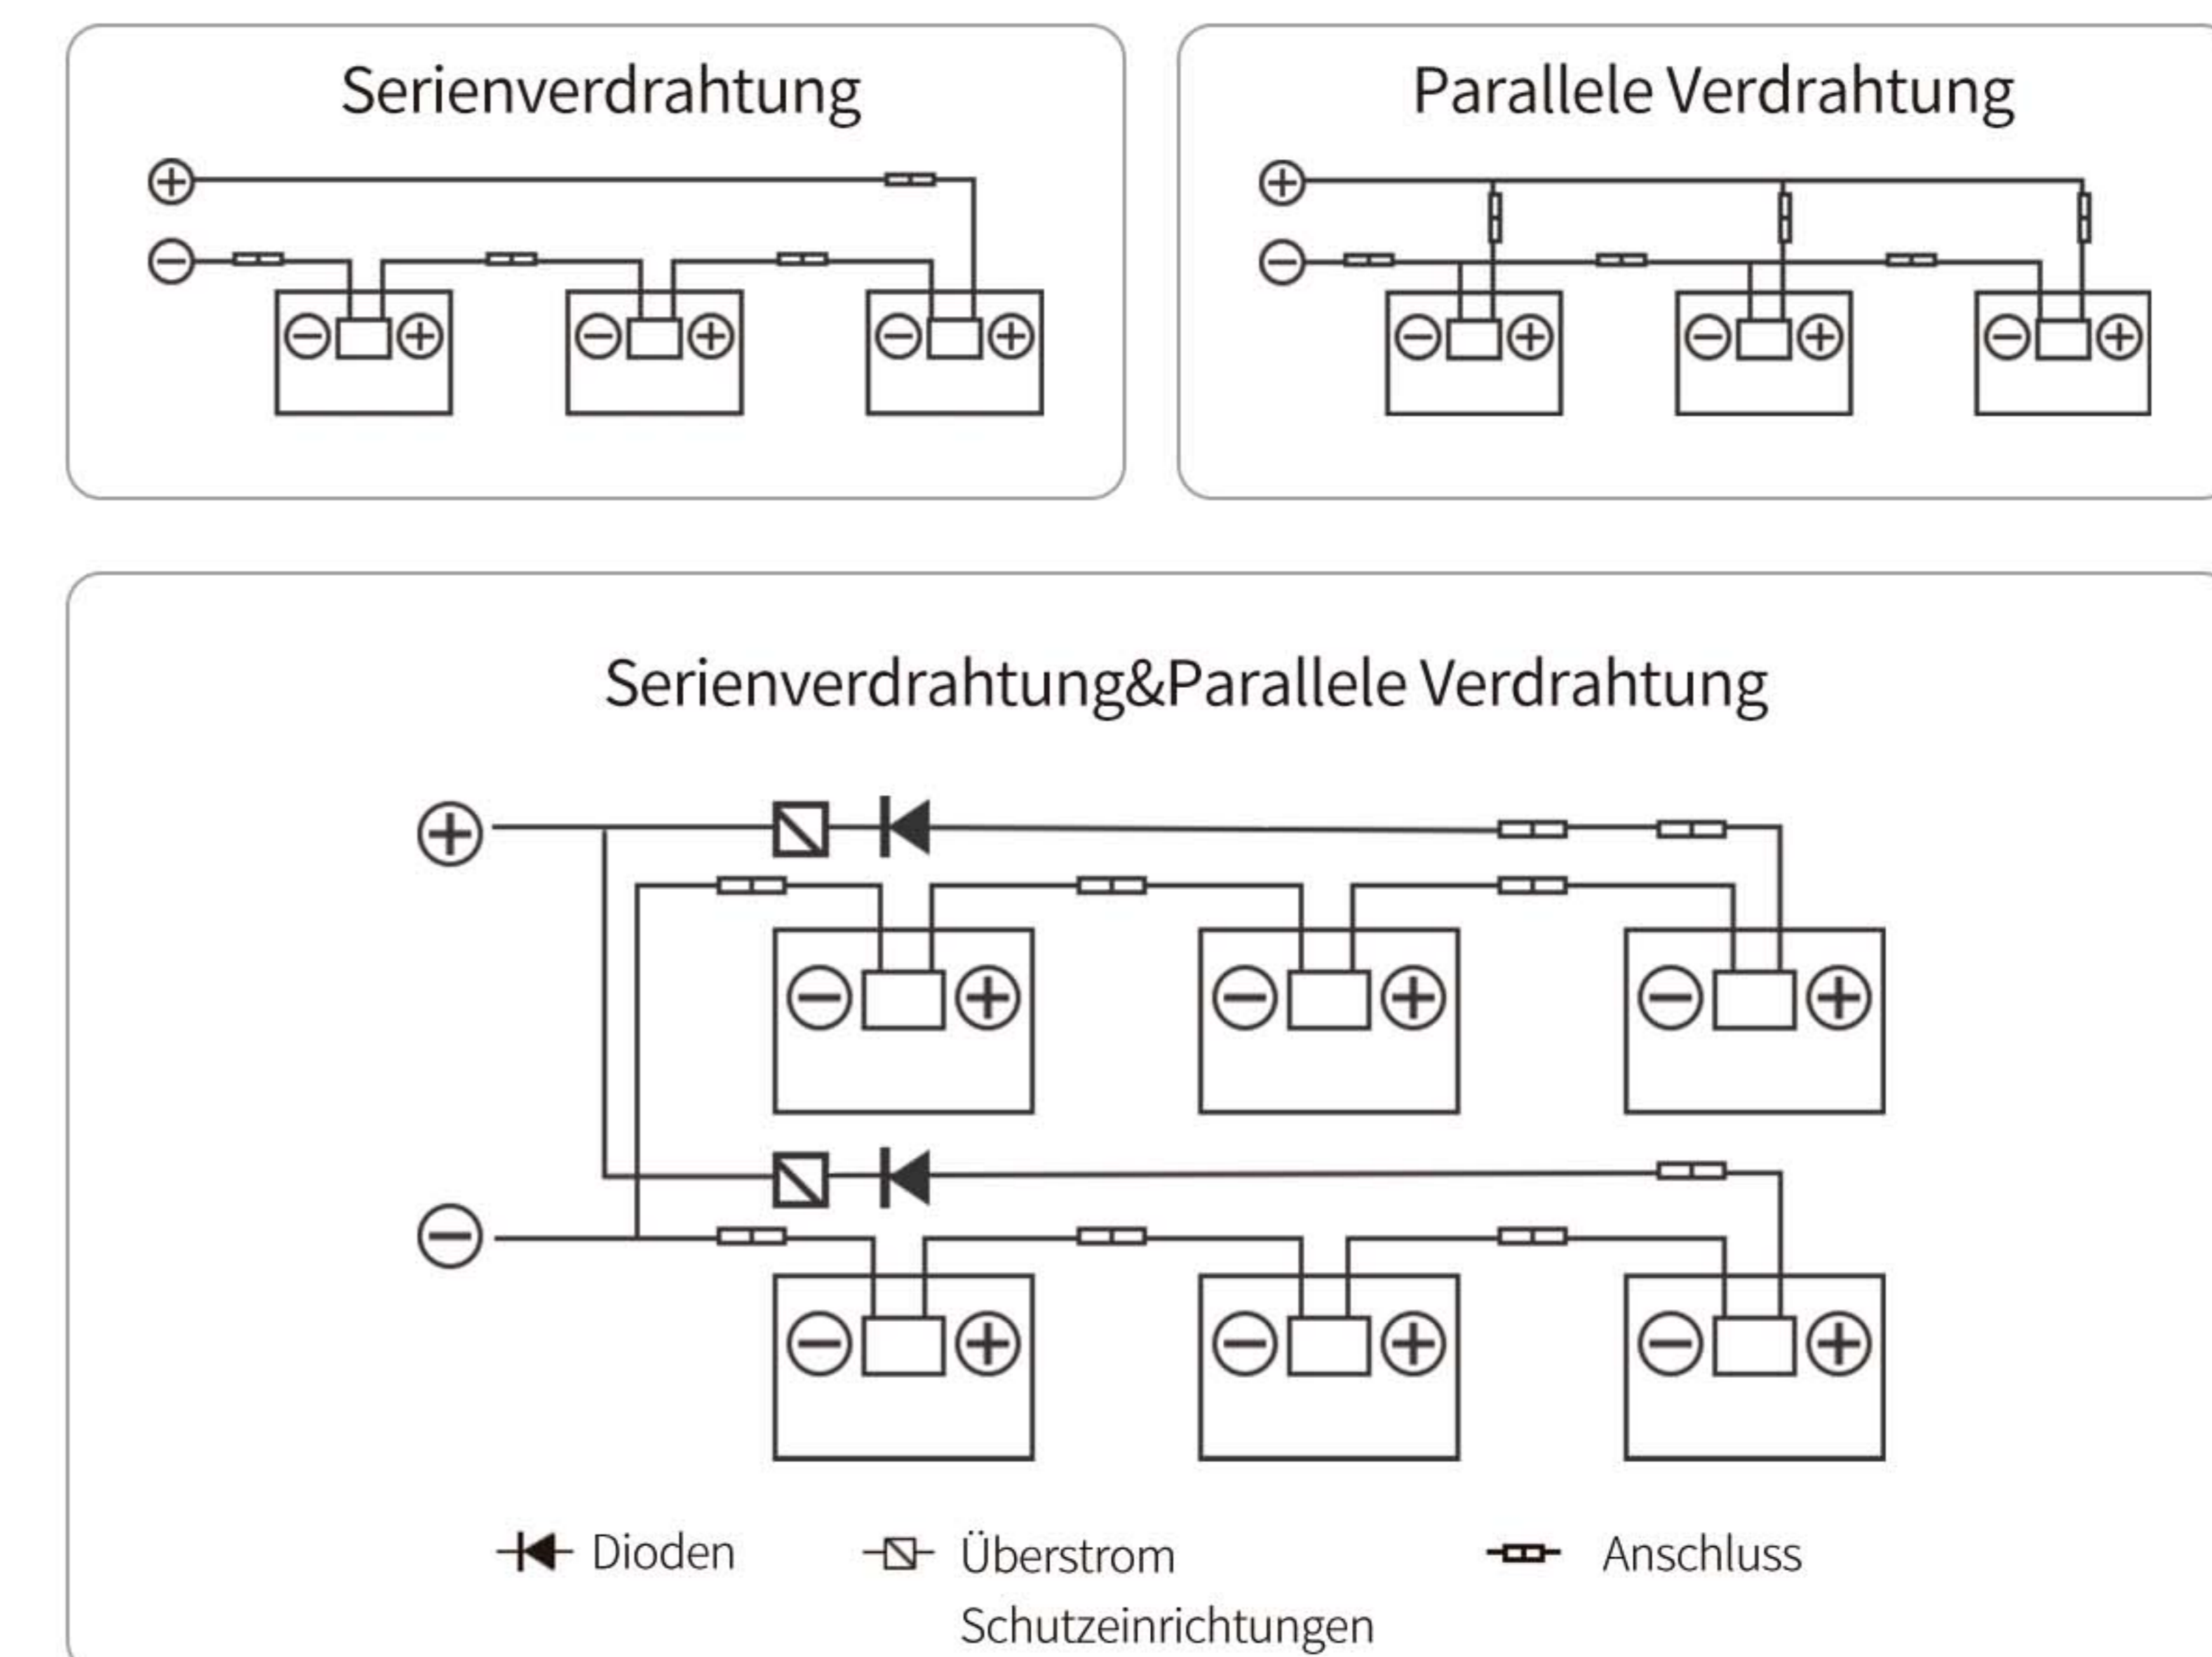

Abbildung 3
4.10 Die Spannungen addieren sich, wenn die Module direkt in Reihe geschaltet werden, und die Modulströme addieren sich, wenn die Module parallel geschaltet werden, wie in Abbildung 3 dargestellt.